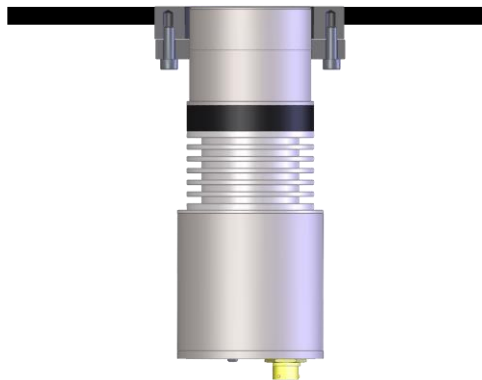

Figura 32: Sensore montato a filo
5. Verificare che il sensore sia a filo con la parete interna del punto d'installazione (Figura 32). Se il sensore non è a filo, modificare la posizione dell'anello di ritenuta.